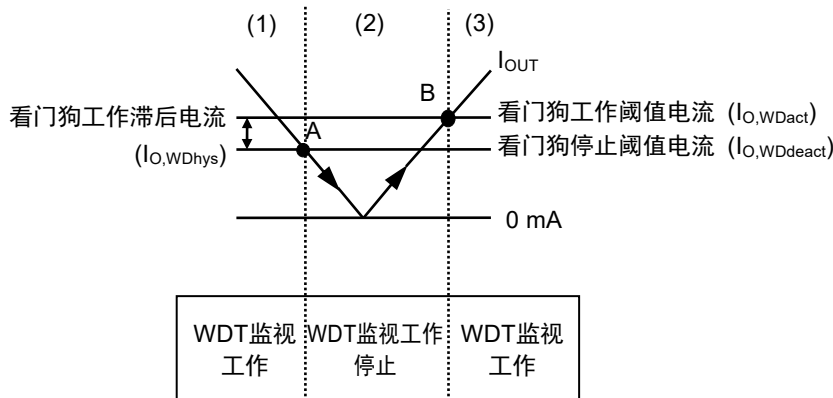

图41 自律看门狗工作功能
- (1) 稳压器的 I_{OUT} 大于或等于看门狗工作阈值电流 ($I_{O,WDact}$)，并且WADJ端子电压 (V_{WADJ}) 高于基准电压 (V_{ref}) 时，比较器 (C1) 的输出变为 "H"。此时，看门狗定时器进行监视工作。
- (2) 当 I_{OUT} 降低到小于或等于看门狗停止阈值电流 ($I_{O,WDdeact}$) (图41的A点) 时， V_{WADJ} 也降低到小于或等于 V_{ref} ，C1的输出变为 "L"。此时，看门狗定时器停止监视工作。即使 I_{OUT} 上升，在未达到 $I_{O,WDact}$ 时，看门狗定时器保持停止监视工作的状态。
- (3) I_{OUT} 再继续上升，达到大于或等于 $I_{O,WDact}$ (图41的B点) 时， V_{WADJ} 也上升到大于或等于 V_{ref} ，C1的输出变为 "H"，看门狗定时器开始监视工作。